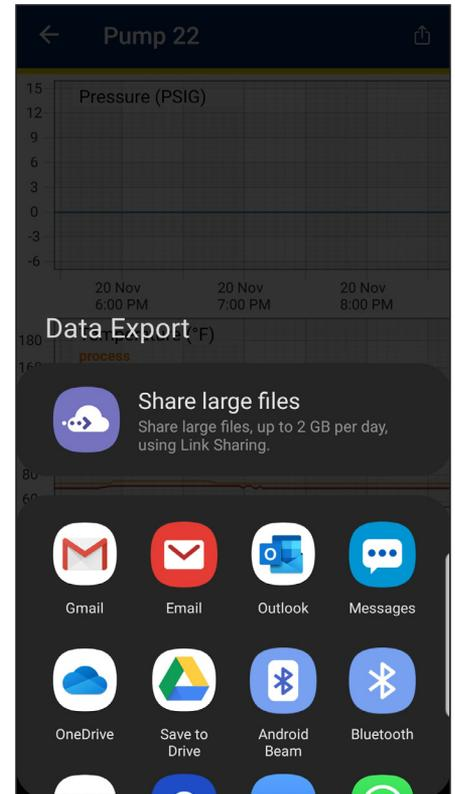

Abbildung 23
- Ihre bevorzugte App auszuwählen, um den Datenexport abzuschließen (siehe Abbildung 23).